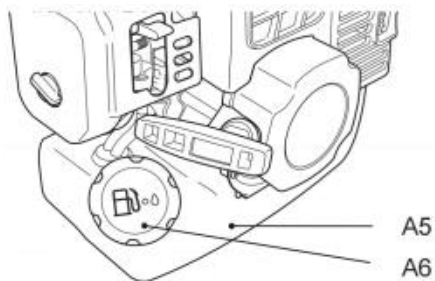

Fig. 25
7. Odkręcić i zdjąć korek wlewu paliwa (A6) (Rys. 25).